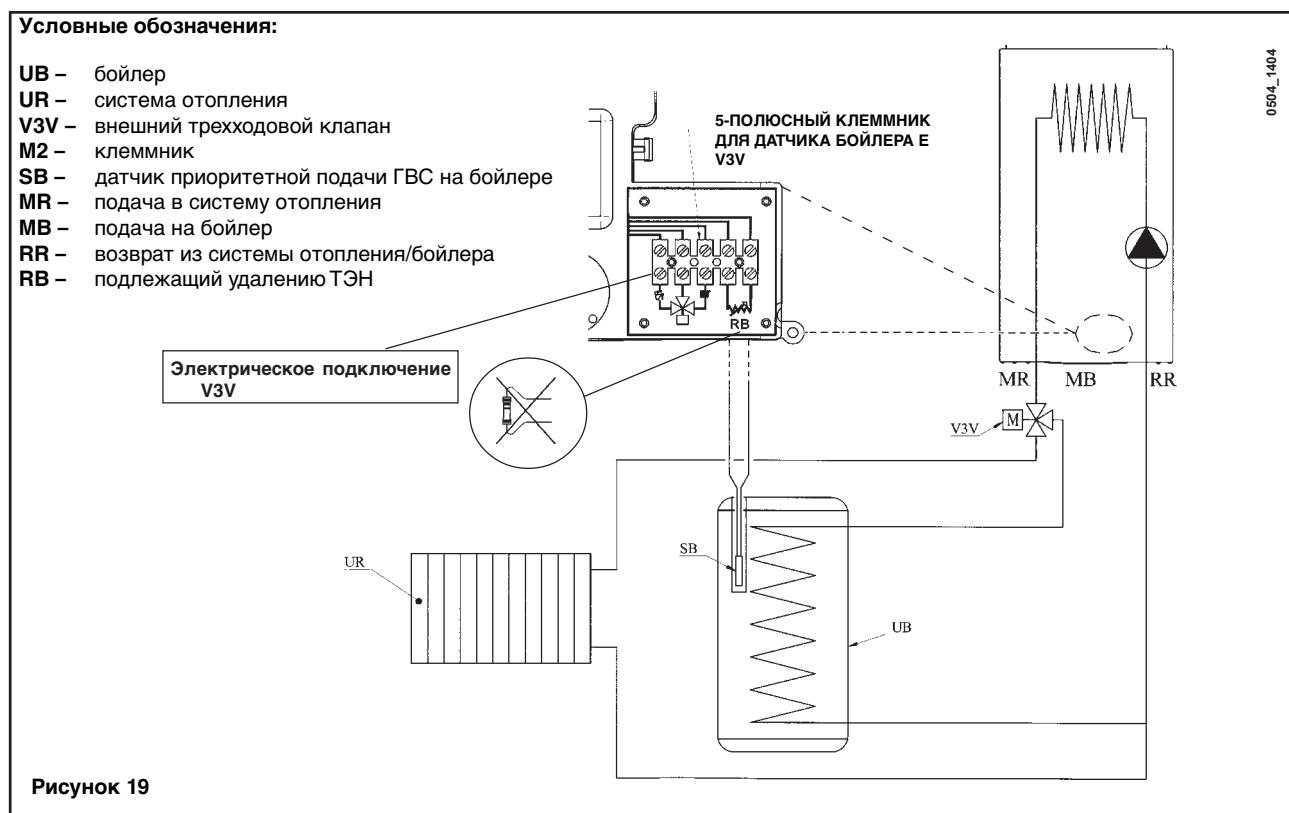
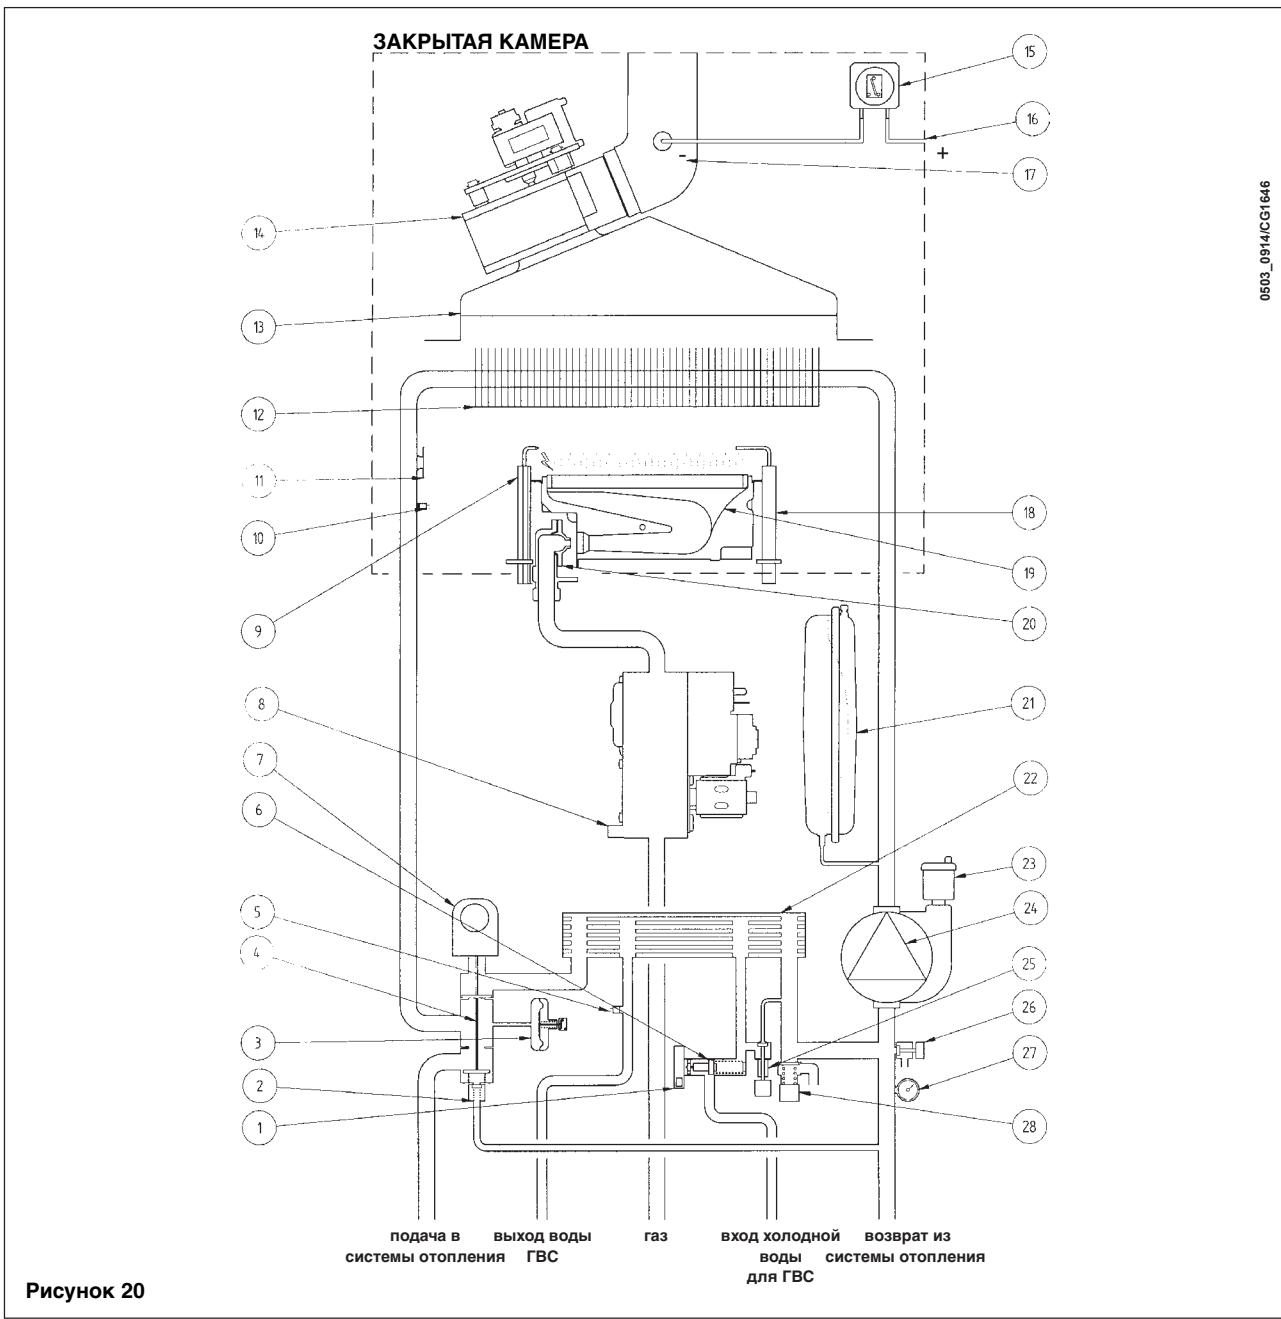

Рисунок 19
Рисунок 20
Это устройство (15 - рисунок 20) делает возможным зажигание горелки только в случае идеального функционирования тракта удаления продуктов сгорания. При наличии одной из следующих неисправностей:
- нарушено соединение (между трубкой Вентури и реле давления (16-17 рисунок 20))
Электрод - детектор пламени (18 - рисунок 19 и 15 - рисунок 20), расположенный в правой части горелки, обеспечивает безопасность в случае отсутствия газа или неполного зажигания горелки.
Это устройство (28 - рисунок 20) откалибровано на давление 3 бар и контролирует давление воды в системе отопления.